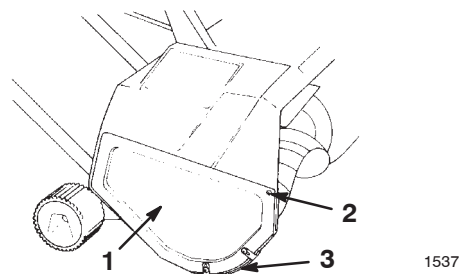

Figure 13
1. Retirez les 3 vis de fixation du capot droit et du patin au châssis de la déneigeuse (Fig. 13).